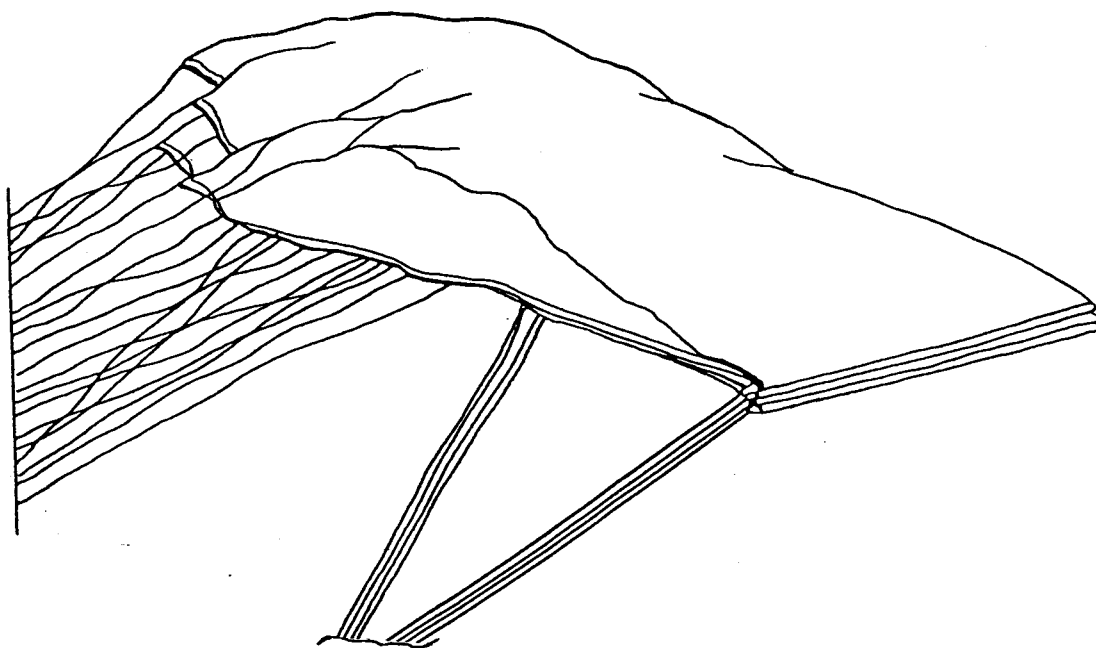

Рис. 3
- 1) захватывая ткань верхней оболочки купола между стропами первого ряда, вытянуть полотнища, тщательно их расправляя. Взяться за верхнее полотнище напротив места крепления правых строп второго ряда и, вытянув и расправив полотнища, положить их на полотнища у строп первого ряда (рис. 3);